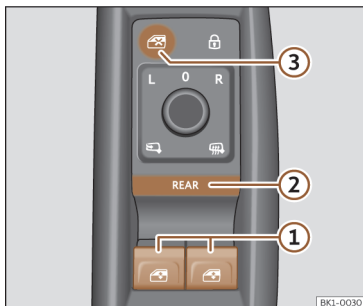

Fig. 94 Pormenor da porta do condutor: comandos das janelas.
- ① Botões dos vidros elétricos.
- ② Botão **REAR** para ativar a utilização dos vidros elétricos traseiros e a abertura e o fecho de conforto.
- ③ Botão para desativar os botões dos vidros elétricos situados nas portas traseiras.
Por defeito, os vidros elétricos das portas dianteiras podem utilizar-se com os botões >>> **Fig. 94** ①.
REAR Pressione brevemente o botão >>> **Fig. 94**
Acione o botão >>> **Fig. 94** ③ para desativar os botões dos vidros elétricos situados nas portas traseiras. Quando estes botões estão desativados, a luz do botão apaga-se.